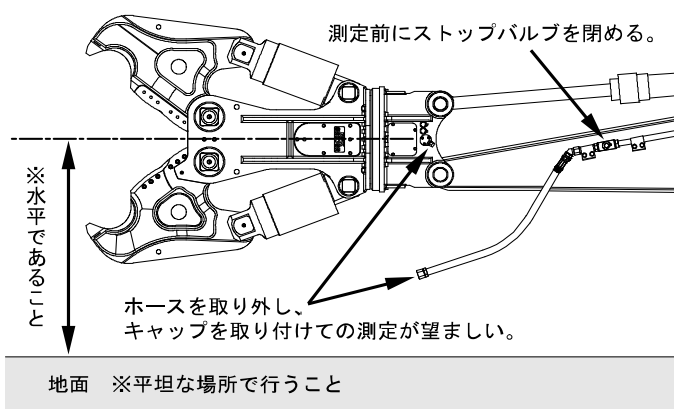
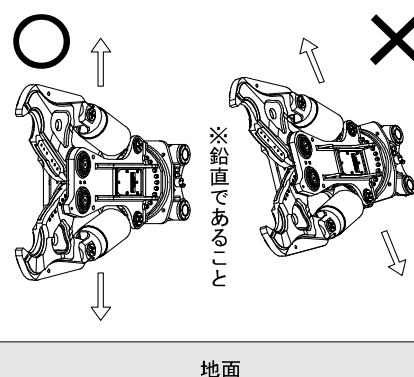

図7-1-1 開閉シリンダの伸縮量測定
図7-1-2 開閉シリンダの伸縮量測定
- ①エンジンを始動させ、アタッチメントの各開閉シリンダが上下(図7-1-1参照)の位置になるようアタッチメントを旋回させる。
- ②アタッチメントのフレーム中心が水平(図7-1-1参照)かつフレーム正面が鉛直(図7-1-2参照)になるように、アタッチメントの姿勢を調整する。
- ③アタッチメントのアームを最大開口まで開く。
- ④エンジンを停止させ、ストップバルブを閉める。(このとき、油圧ショベルアームに接続されたホースを取り外し、キャップを取り付けておくことが望ましい。)
- ⑤この状態で5分間放置してから、上側のシリンダの伸縮量を測定する。
- ⑥下側にあるシリンダが上側になるようアタッチメントを旋回させ、手順②～⑤にて伸縮量を測定する。